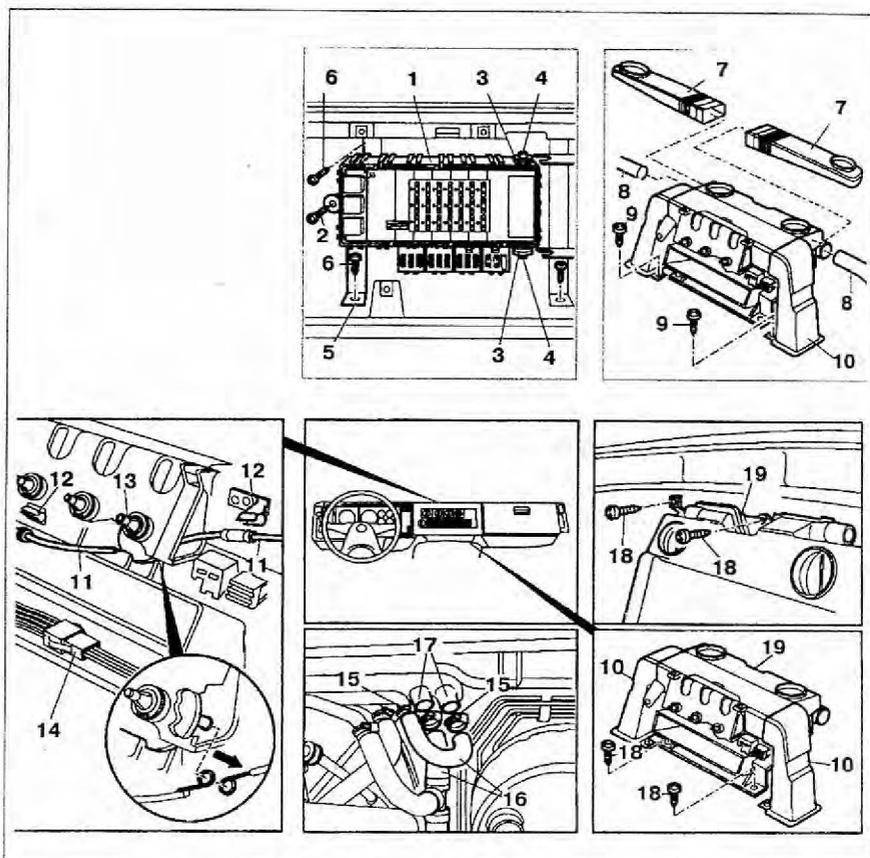

Рис. 8.15. Корпус отопителя:
3. Открутите винты **2** и снимите коробку реле и предохранителей **1** с пальцем **4** с опорной стойки **5** (рис. 8.15).